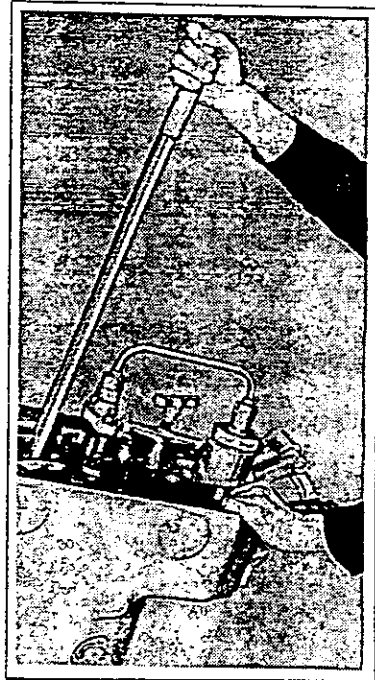

Figura 63. Opresor de balancines.
3. Remueva la barra empujadora auxiliar corta, y después las dos barras empujadoras verticales. Use el opresor de balancines para hacer girar los balancines y obtener el claro necesario para liberar a las barras de empuje (ver figura 63).